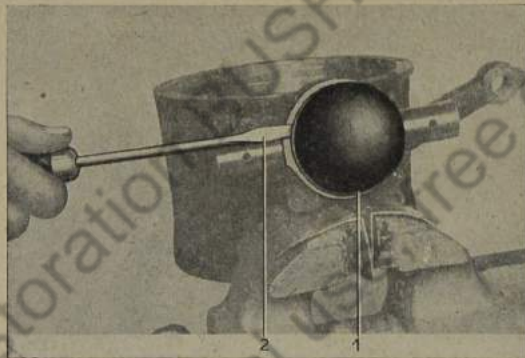

Bild 723: Abdeckkappe vom Lagerzapfen abnehmen
- Mit Schraubenzieher Abdeckkappe vom Lagerzapfen abnehmen (Bild 723).